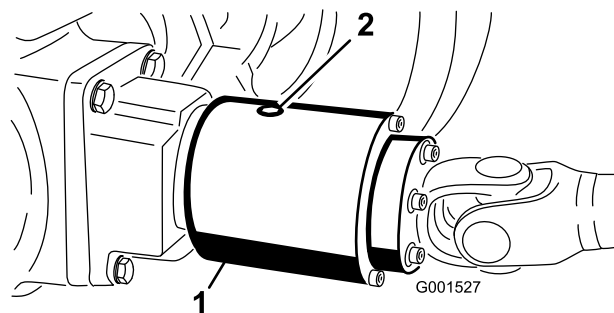

Figura 60
2. Ruotate la frizione (Figura 60) per allineare il tappo di controllo in posizione a ore 4.